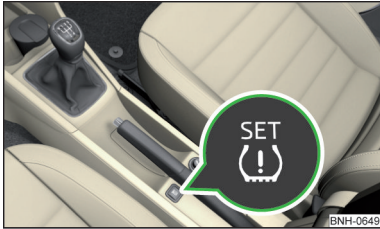

Abb. 216
- Die Symboltaste  » Abb. 216 drücken und gedrückt halten.